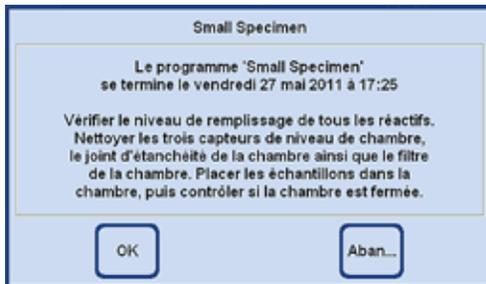

Fig. 193
6. Au démarrage d'un programme, un message (fig. 193) indique le moment prévu pour la fin du programme et demande à l'opérateur de vérifier le niveau de tous les réactifs et de fermer la chambre.